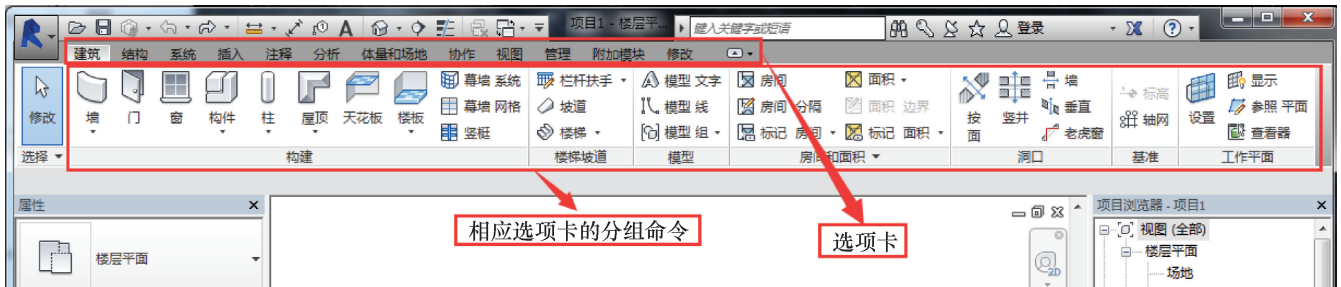

图 2-5
3) 在菜单栏里，按照专业和用途，排列了很多选项卡，各个选项卡下面是其相应的分组面板和命令。各个分组的位置可以调整，但是仅限于在相应选项卡内部进行调整，如图 2-5 所示。在“修改”选项卡中，显示的内容与具体的命令及操作内容有关，如图 2-6 所示。